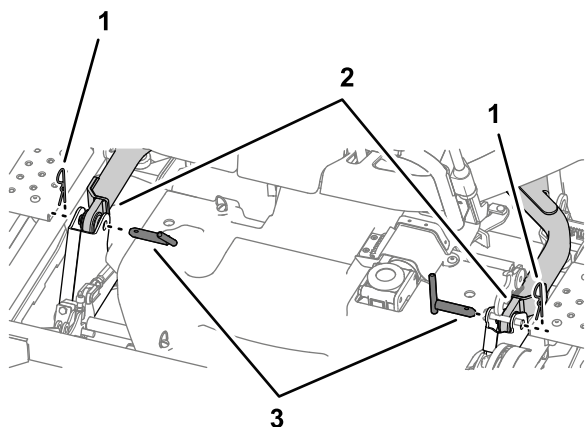

Figura 115
10. Retire os 2 pinos de sujeição e os 2 passadores de forquilha que prendem os braços de elevação em cada lado da plataforma do cortador (Figura 115).
6. Instale o pino de sujeição e o passador de forquilha para prender os braços de elevação em cada lado; consulte Figura 115 em Remoção da plataforma do cortador \(página 76\).